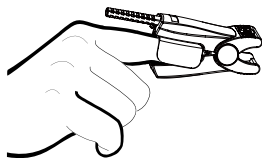

図3-2.センサーの配置
- タイプと寸法によって適切なプローブを選択します。図3-2を参照し、ユーザの指の適切な部位にセンサーを取り付けてください。